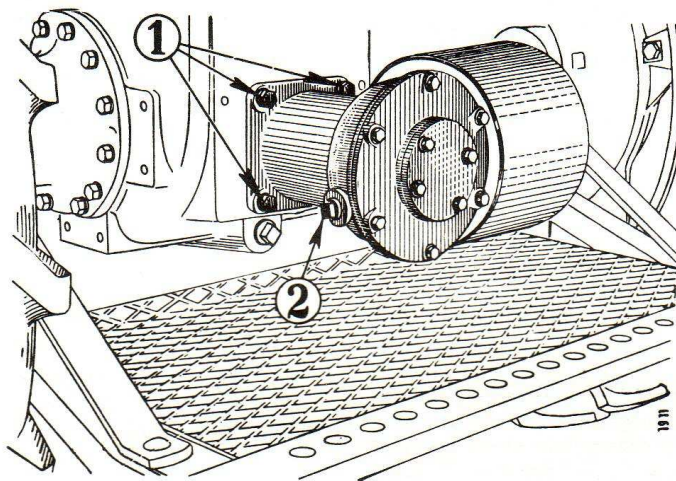

Fig. 92
Enlevez le chapeau du garant de prise de force, glissez le carter d'entraînement de la poulie de battage jusqu'à l'arbre de prise de force et fixez le carter à l'aide des 4 vis (1) fig. 92. La poulie peut être au choix orientée vers le haut, le bas, la droite ou la gauche.